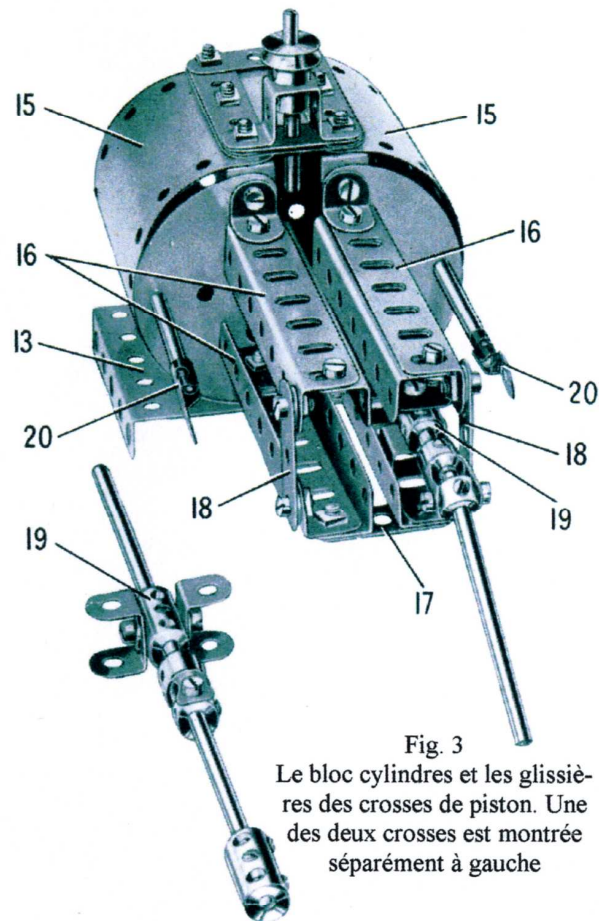

Fig. 3
Le bloc cylindres est monté sur une plaque à rebords de 7 x 5 trous (13) (Fig. 3) munie sur chaque rebord d'une poutrelle
Le vilebrequin et les excentriques de commande des tiroirs (Figs. 3, 6, 7 et 8)
Les bras extérieurs du vilebrequin sont constitués chacun d'une embase triangulée plate munie d'un bras de manivelle double (28) et d'un bras de manivelle (29). Les bras intérieurs sont formés de deux embases triangulées plates boulonnées ensemble à angle droit, les boulons maintenant également des bras de manivelle (30) (Fig. 7). Les bras du vilebrequin sont réunis par des tringles de 2,5 cm fixées dans les bras de manivelle (29) et (30), et chaque tringle porte une bande de 3 trous boulonnée à une chape d'articulation de 2 mm (31). Les bras du vilebrequin sont fixés d'un côté à une tringle de 11,5 cm (32) (Fig. 6), et de l'autre côté à une tringle de 10 cm (33). Un excentrique à trois courses est fixé sur chaque tringle, et ces excentriques sont reliés aux raccords tringle et bande (20) (Fig. 3) sur les tiges de tiroirs par une bande composée de 14 trous. Les chapes d'articulation (31) (Fig. 6) sont reliées aux accouplements à cardan des tiges de piston par des tringles composées, formées d'une tringle de 5 cm et d'une tringle de 6 cm réunies par un accouplement.